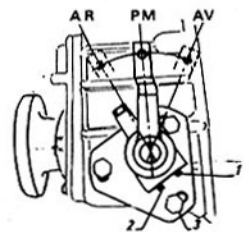

Fig. E 12
- débloquer et dévisser les vis autoserrantes de butée «1» et «2» (Fig. E 12) et les vis «3» de fixation du flasque d'embrayage.